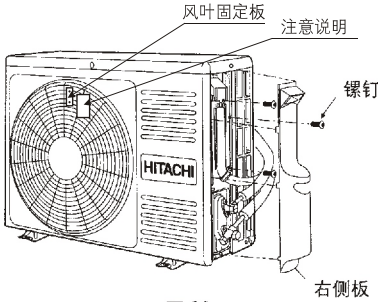

图 23
- (1) 将右侧板拆开。(如图23)
- (2) 将截止阀的纳嘴与密封帽拆开。